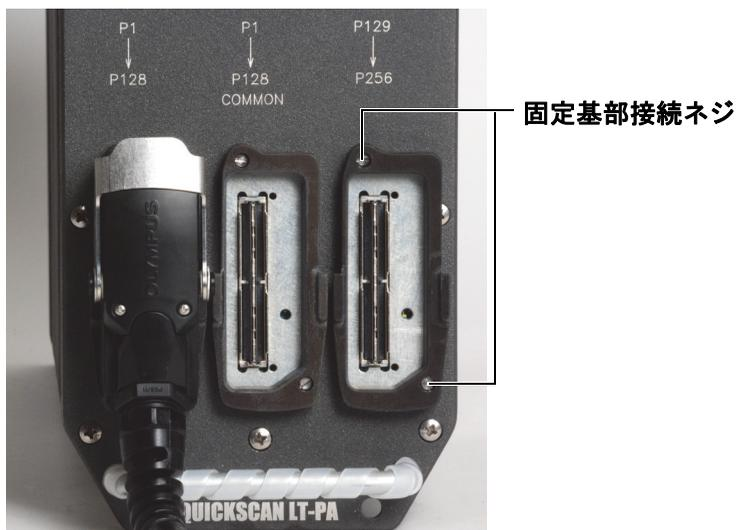

図 A-2 フェイズドアレイー接続ネジ
2. マイナスのスクレードライバーを使って、本体に固定基部をネジで取り付けます（76 ページ図 A-2 参照）。
- ・ マイナスのスクレードライバーを使って、固定基部の2つのネジを取り外します（76 ページ図 A-2 参照）。